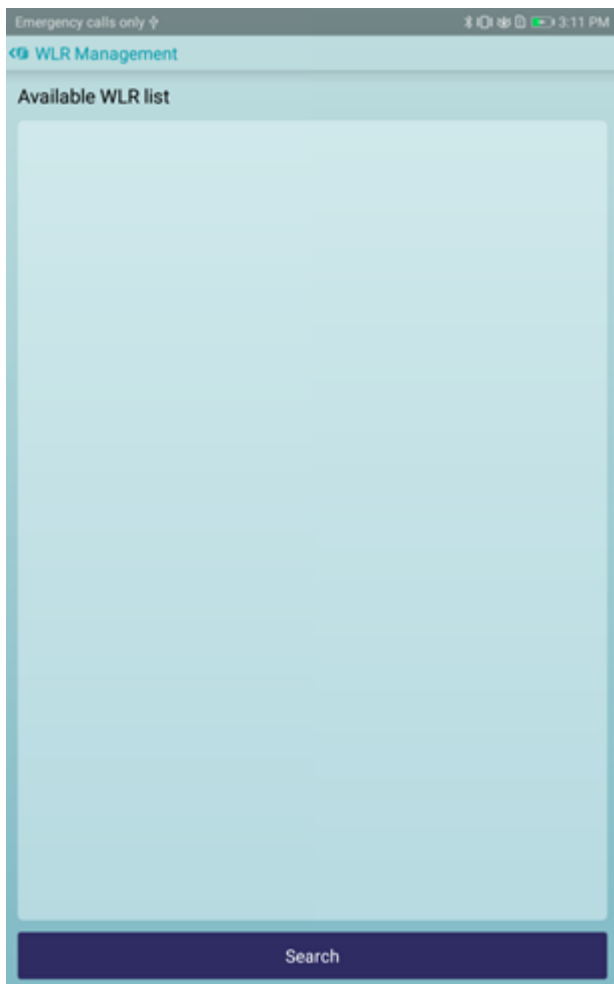

Figura 11. Interfaz de administración de WLR.
1. Inicie el software y haga clic en el icono  de WLR en la interfaz del menú principal después de iniciar sesión, para acceder a la interfaz de administración de WLR (Figura 11);